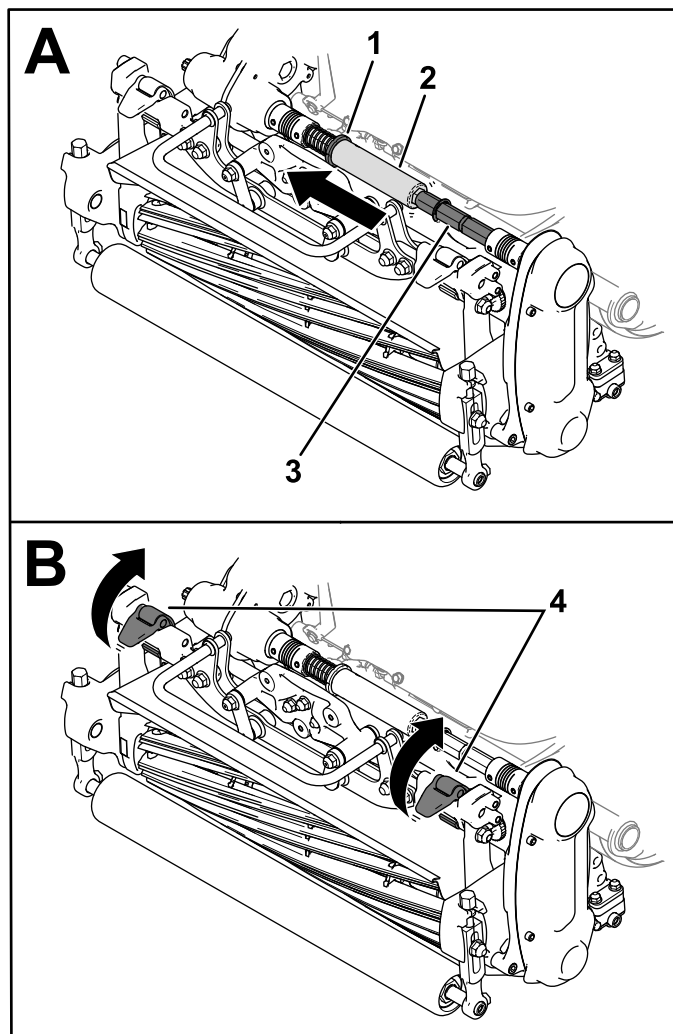

Figura 38
3. Spostate il collare (Figura 38) nella scanalatura dell'albero di trasmissione.
4. Fate scorrere il tubo esagonale per estrarlo dal giunto di accoppiamento dell'apparato di taglio (Figura 38).
5. Sollevate i fermi delle sospensioni per rimuovere l'apparato di taglio dalla macchina (Figura 38).